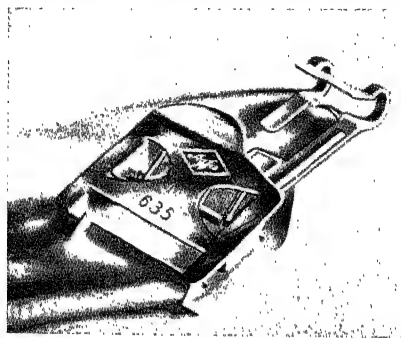

Abb. 99 Agfa-Rollfilmklammer Nr. 635
Gute Rollfilmklammern schonen das Filmmaterial. Die mehr oder weniger zweckmäßige Konstruktion einer Rollfilmklammer (siehe Abb. 99 auf Seite 205) macht sich in jedem Stadium des Negativverarbeitungsprozesses (1) (vom Moment des Einklammerns bis zum Einsortieren der getrockneten Filme) bemerkbar. Es werden daher begreiflicherweise recht hohe Ansprüche an dieses kleine unscheinbare Hilfsmittel gestellt.